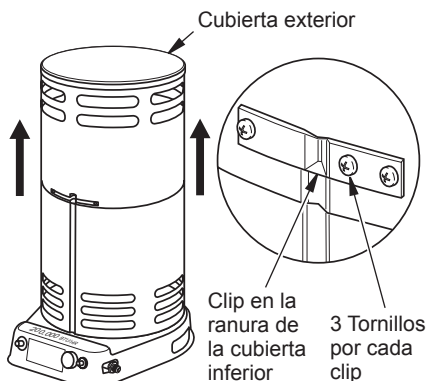

Figura 2. Cómo levantar la cubierta exterior
1. Debe proteger sus manos mientras realiza este paso. Levante la cubierta exterior hacia arriba, como se muestra en la Figura 2, hasta que los tres clips enganchen en las ranuras en la cubierta inferior. Los orificios para tornillos se alinearán en este momento.
2. Asegure los clips en su lugar con 3 tornillos como se muestra en la Figura 2. El calentador no se deberá hacer funcionar salvo que la cubierta exterior esté adecuadamente extendida y totalmente asegurada en su lugar.